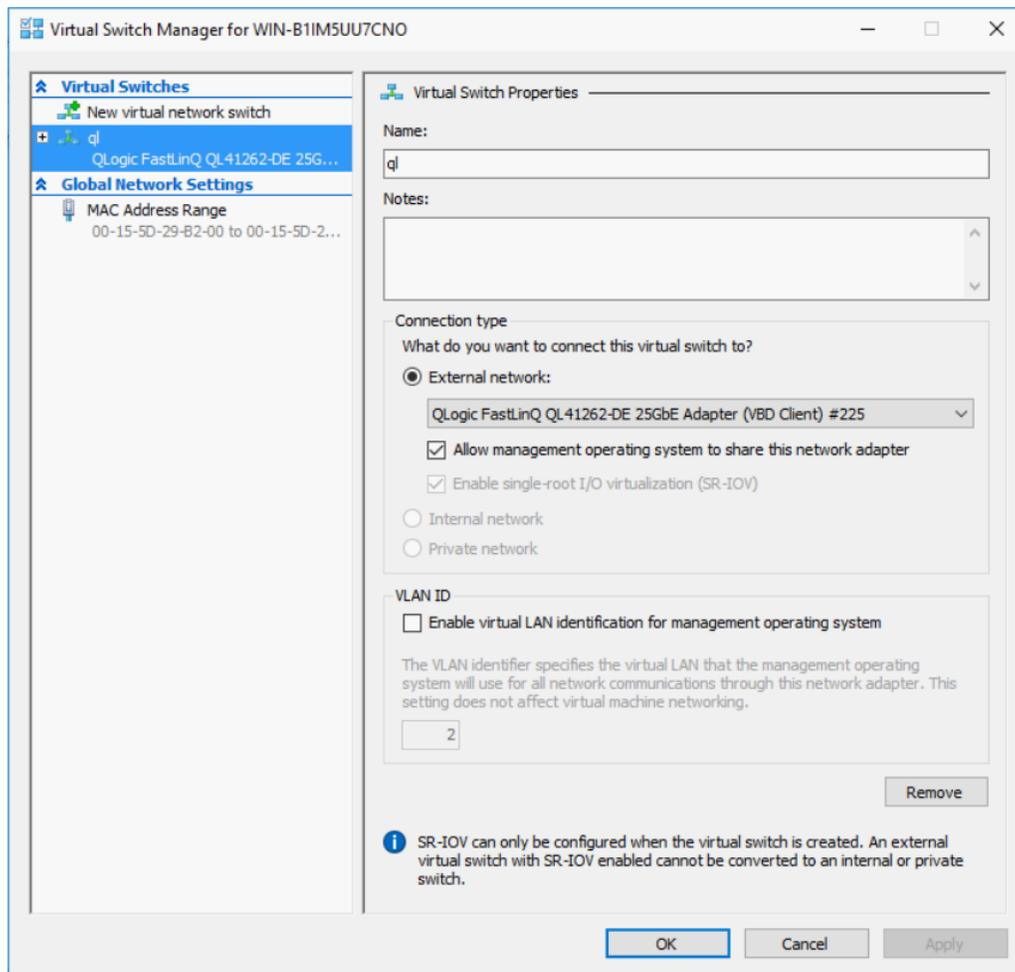

Abbildung 13-15. Manager für virtuellen Switch
- Wählen Sie **Virtual Switch Manager** (Manager für virtuellen Switch) aus (siehe Abbildung 13-15).